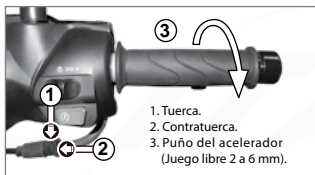

Imagen 19. Ajuste del puño del acelerador.
1. Ubicar la tuerca y la contratuerca de ajuste del acelerador. Ver imagen 19.
4. Revisar que el juego libre del acelerador esté dentro de la especificación, además que la rotación sea suave desde la posición de cerrado hasta la posición de abierto. Ver imagen 19.